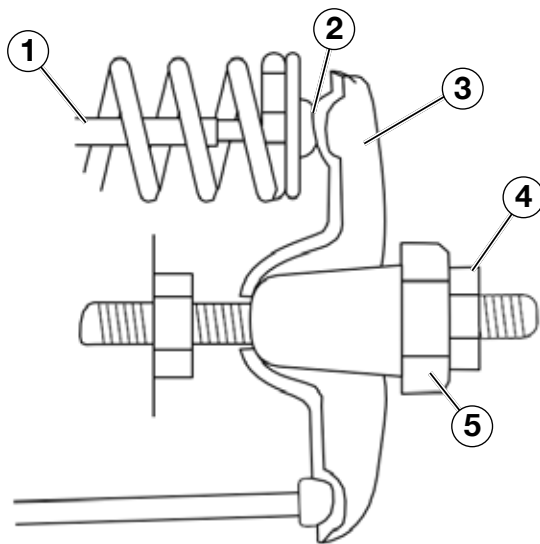

Figure 24
5. Insérer une jauge d'épaisseur entre le culbuteur et la tige de culbuteur et vérifier l'écart (voir Figure 24). Voir le tableau 2 pour les spécifications du jeu de soupape.